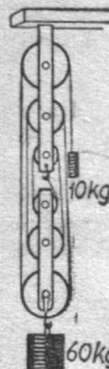

Abb. 5
5. Beobachtung: Stelle 4 oder 6 Rollen zu einem Flaschenzug zusammen (Abb. 5)! Hänge verschieden schwere Lasten und die notwendigen Gewichte als Kraft an! Vergleiche jedesmal Last und Kraft mit der Zahl der Rollen!
Die Arbeit wird leichter, wenn man 4, 6 oder mehr Rollen an 2 Scheren verwendet. Eine solche Vorrichtung heißt Flaschenzug. Hat die untere Schere 3 Rollen (Abb. 5), so verteilt sich die Last auf 6 Seilstücke. Jedes Seilstück trägt ein  $\frac{1}{6}$  der Last. Als Kraft benötigt man nur  $\frac{1}{6}$  der Last.